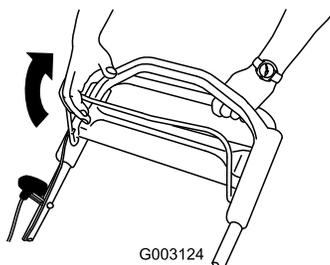

Рисунок 16
2. Потяните штангу управления ножом в направлении рукоятки (Рисунок 16).